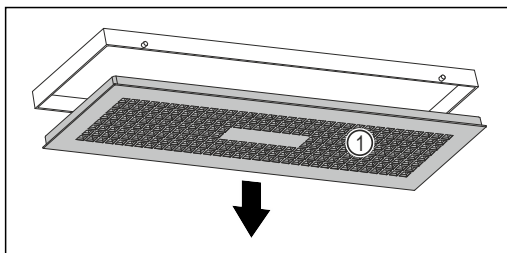

Fig. 106
- Nádržku na vodu pomalu otočte směrem dolů a přitom držte kryt Fig. 106 (1).
- Kryt Fig. 106 (1) odeberte.